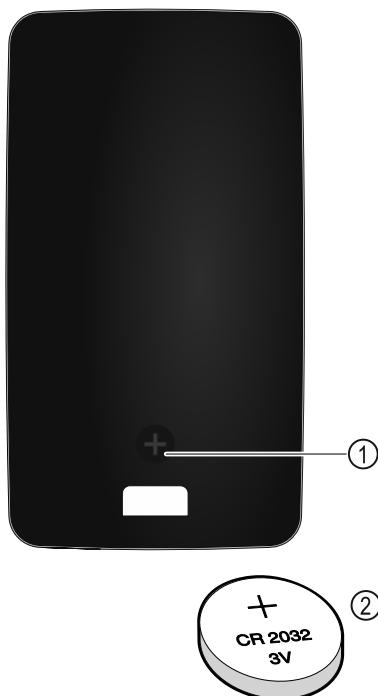

Fig. 230
Дистанционното управление се захранва от батерия тип CR 2032 с 3V Fig. 230 (2), която се предлага от специализирани търговци на дребно.
- Отвърните винта Fig. 230 (1) на капака на дистанционното управление.